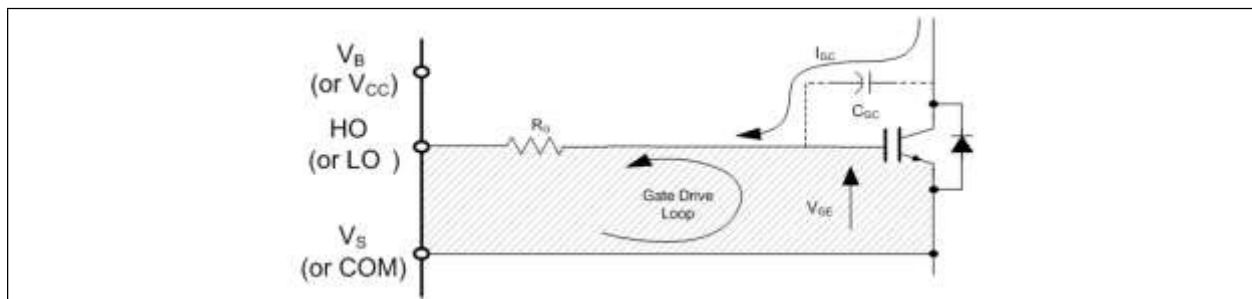

图 18 避免天线环路
**栅极驱动环路：**电流回路就像天线一样，能够接收和发射电磁噪声（见图 18）。为了减少电磁耦合并提高电源开关的开/关性能，必须尽可能减少栅极驱动环路。此外，电流可通过 MOSFET 集电极到栅极的寄生电容注入栅极驱动环路内部。栅极回路的寄生自感有助于在栅极发射极上产生电压，从而增加自导通效应的可能性。